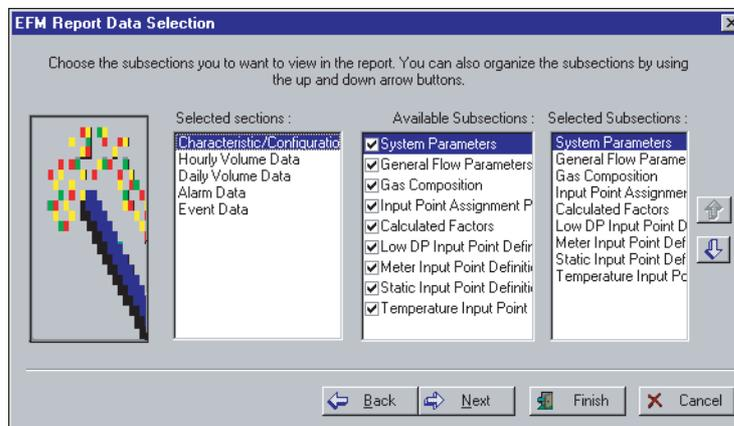

Figura 7-5. EFM Report Data Selection - Tela 3
8. Selecione as Subseções Disponíveis que você deseja reportar. Consulte a Figura 7-5. Utilize as setas para navegar por suas seleções.